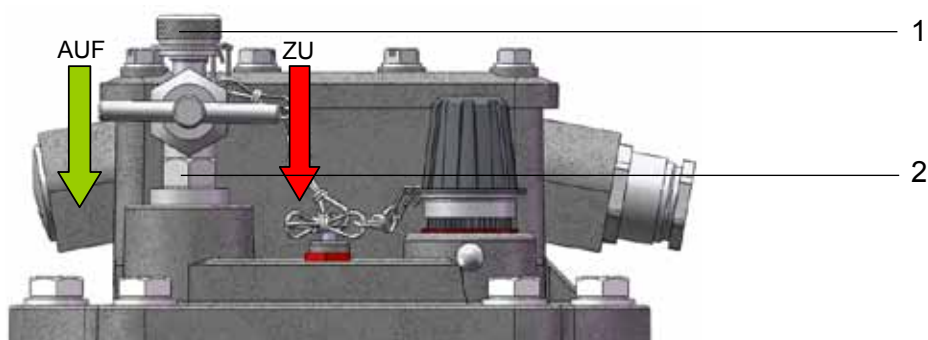

Bild 4 - Entlüftungsventil
- Kleine Hutmutter (Bild 4/ Nr. 1) vom Entlüftungsventil (Bild 4/ Nr. 2) abschrauben